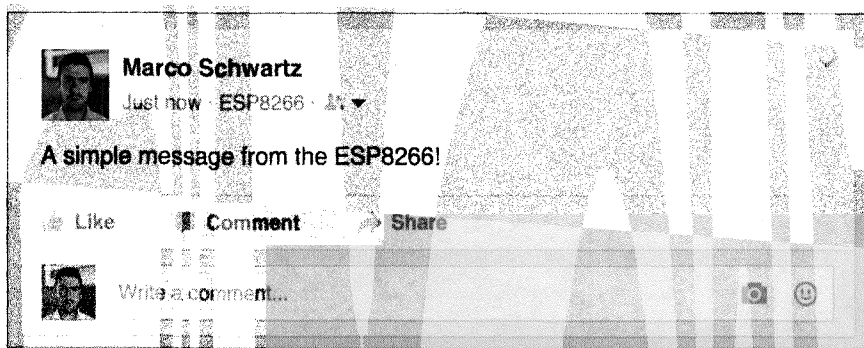

Рис. 5.27. Новое сообщение, отправленное через ESP8266
16. Вот и пришло время испытать скетч! Загрузите прошивку в плату ESP8266 и проверьте свой аккаунт Фейсбук. Через некоторое время вы должны увидеть на стене новое сообщение, текст которого задали в скетче (рис. 5.27).